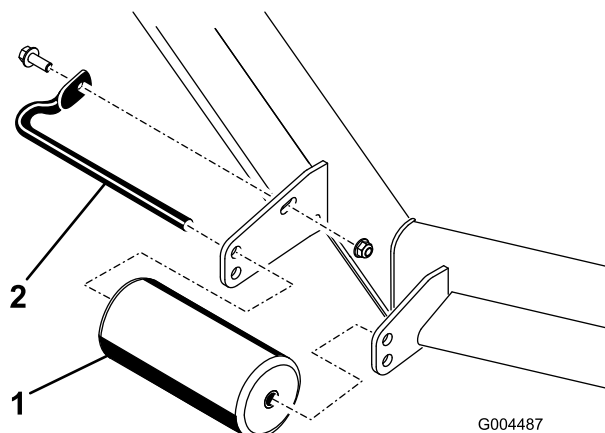
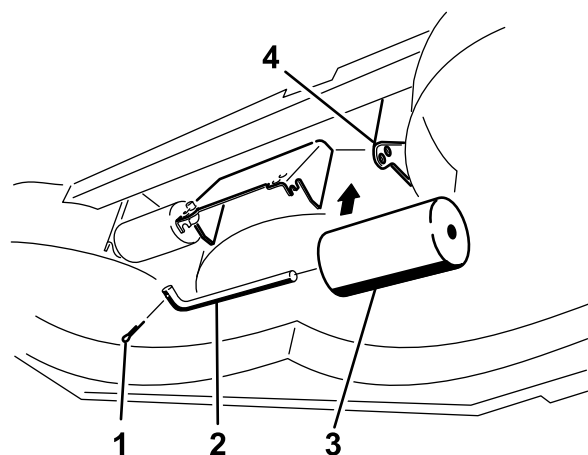

図 28
図 32
4. デッキからローラをはずして希望する高さに付け直す；図 28~図 32のうち、該当するものを参照。